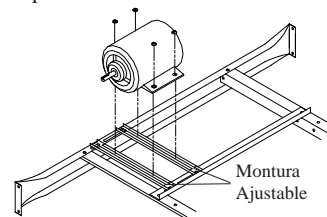

Fig. 2
- **Montar el motor.** Deslice la cabeza de los pernos provistos con cuellos cuadrados por la ranura en la montura ajustable del motor. Puede deslizar las monturas ajustables hacia un lado u otro lado para alinear los pernos con los agujeros en el base del motor y para alinear la polea del motor con la polea de la rueda. Instale el motor usando los pernos y las tuercas provistos (véase fig. 2). Asegúrese que los pernos estén apretados seguramente.